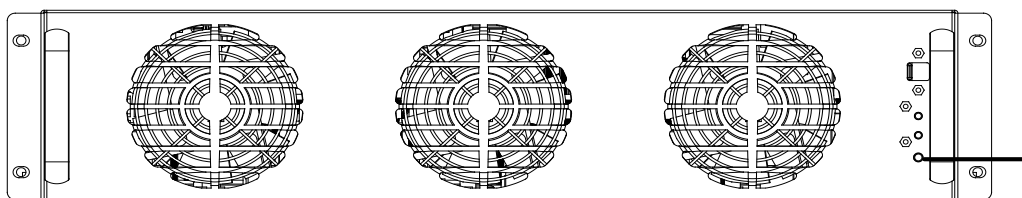

图 5-7 电池冷启动按钮
2. 电池开关闭合 30 秒后，按任意功率模块的电池冷启动按钮（位置见图 5-7），机架内功率模块数量不超过 5 个时只需按其中一个功率模块的电池冷启动按钮，机架内功率模块数量超过 5 个时需同时按其中两个功率模块的电池冷启动按钮。